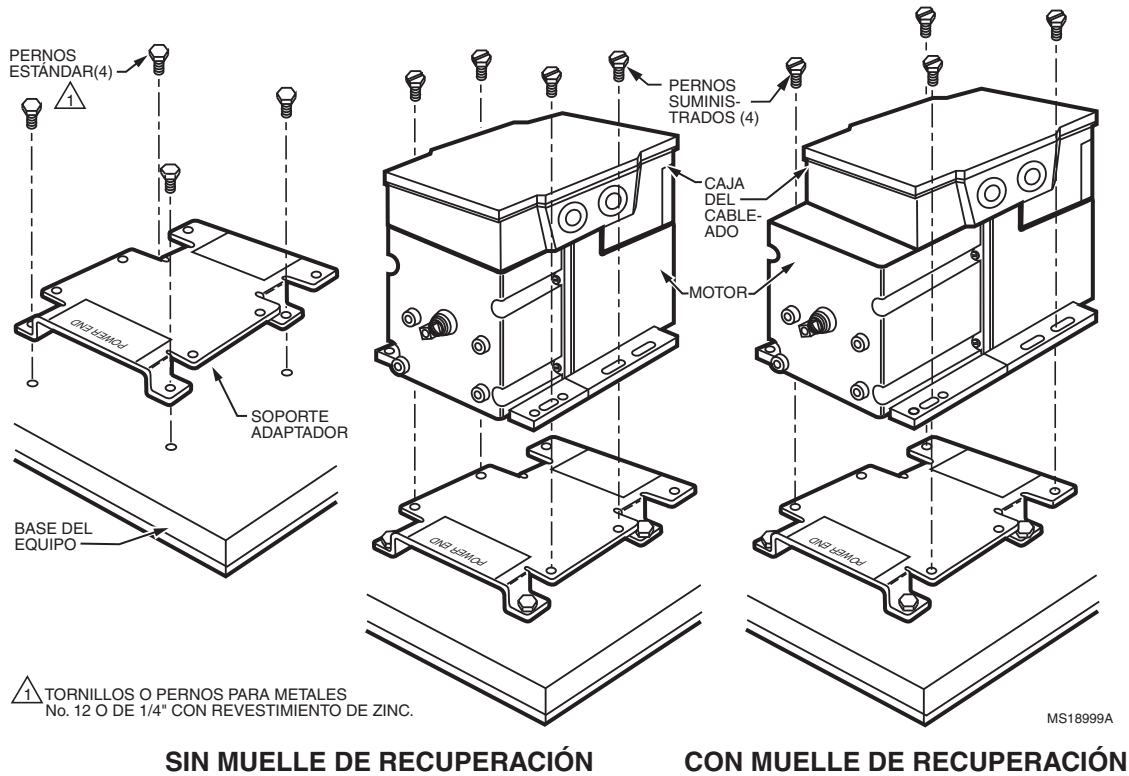

Fig. 3. Montaje del motor con un soporte adaptador.
2. Utilizando los pernos que se suministran, monte el motor en los agujeros roscados del soporte. Consulte la Fig. 3.